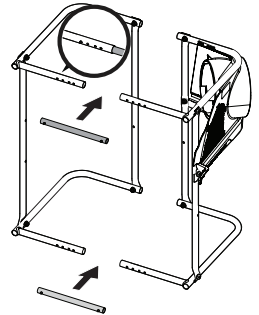

Figura 8
9. Alinee los montajes de las estructuras izquierda y derecha como se indica en la Figura 8.
10. Introduzca el tubo de ajuste en la parte inferior delantera del montaje de la estructura izquierda, como se ilustra en el recuadro de la Figura 8, girando hasta que el botón de resorte traben en el orificio más alejado del borde.